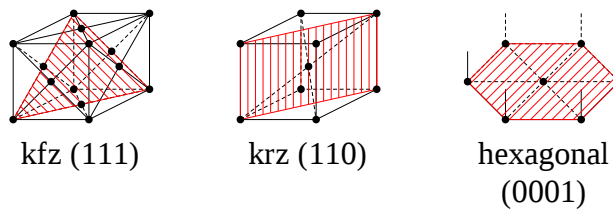

Abbildung 6.5: Gleitebenen verschiedener Kristallgitter
- Bevorzugte Gleitebenen (Abb. 6.5)